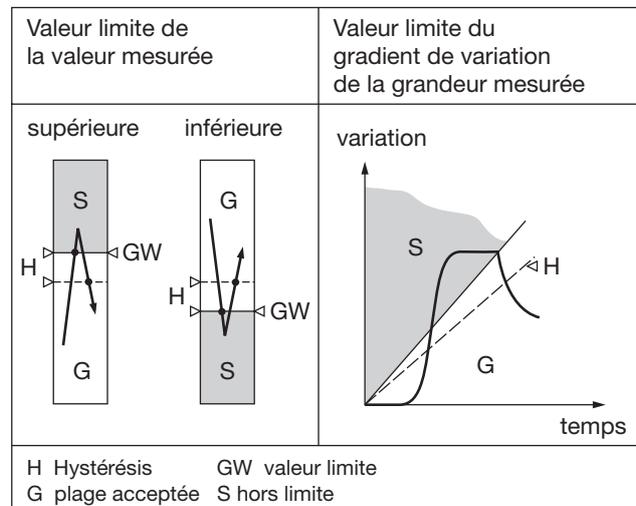

Fig. 3
– Pour surveiller une valeur haute ou basse de la grandeur mesurée située entre - 10 et + 110%2 (voir fig. 3 à gauche)
entre  $\pm 1$  et  $\pm 50\%/s$  (voir fig. 3 à droite)